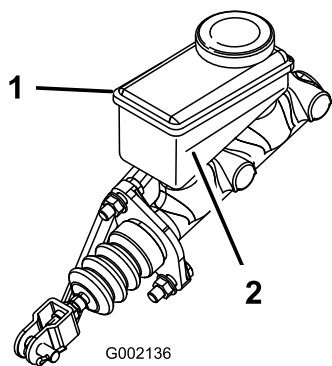

Figura 43
3. Mire el lateral del depósito. El nivel debe estar por encima de la línea Mínimo (Figura 43). Si el nivel de líquido es bajo, limpie la zona alrededor del tapón, retire el tapón y llene el depósito hasta que el nivel esté por encima de la línea Mínimo. No llene demasiado.